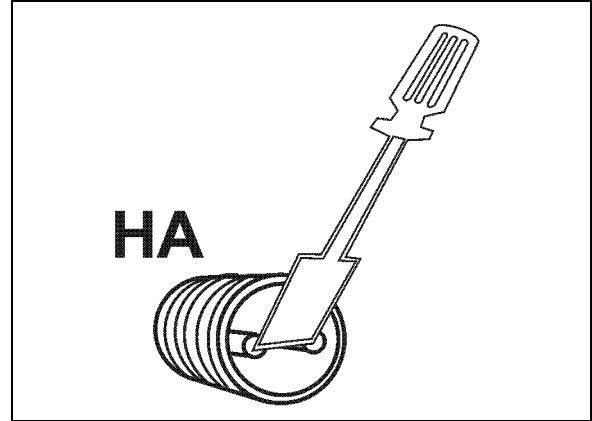

Fig. 13
3. Bağlantı jakı kutbu birden çok defa küçük tornavidayla sıkın (Fig. 13).